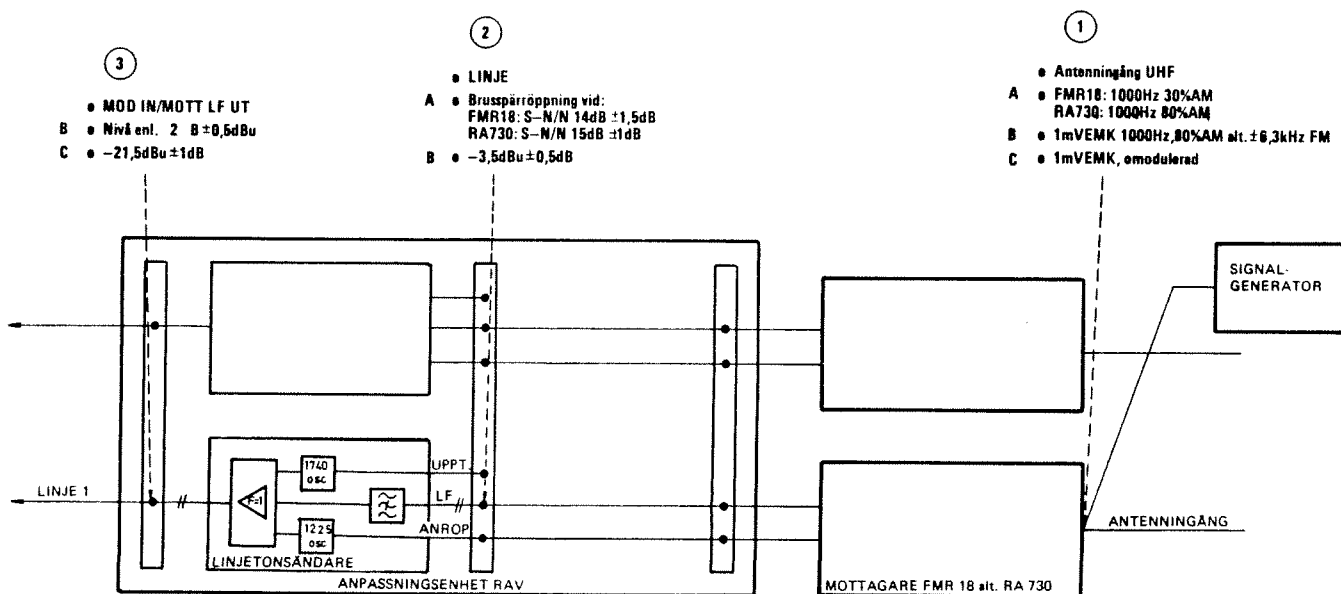

Bild 8
- Anslut en signalgenerator till mottagarens UHF-antenngång ①, bild 8. Anslut en URI-meter till vald linjetonsändares stift LINJE ② i anpassningsenhet RAV stiftfält.